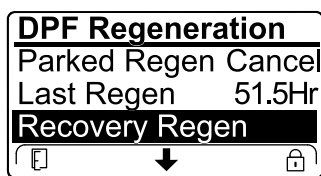

Figura 55
- Si el ordenador del motor no ha solicitado una regeneración de recuperación y se desplaza hasta la opción RECOVERY REGEN (Regeneración de recuperación), la regeneración de recuperación se bloquea y aparece el icono del candado (Figura 55) en la esquina inferior derecha del InfoCenter.